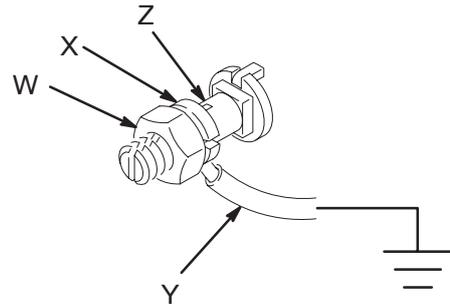

Fig. 1
1. **Bomba:** pida el cable y la abrazadera de conexión a tierra ref. pieza 237569. Vea la Fig. 1. Afloje la contratuerca de la orejeta de conexión a tierra (W) y la arandela (X). Introduzca un extremo del cable de conexión a tierra (Y) en la ranura de la orejeta (Z) y apriete firmemente la contratuerca. Conecte el otro extremo del cable a una tierra verdadera.